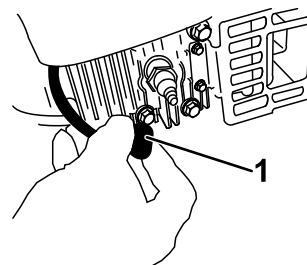

Bild 37
2. Ziehen Sie den Kerzenstecker von der Zündkerze ab (Bild 37).